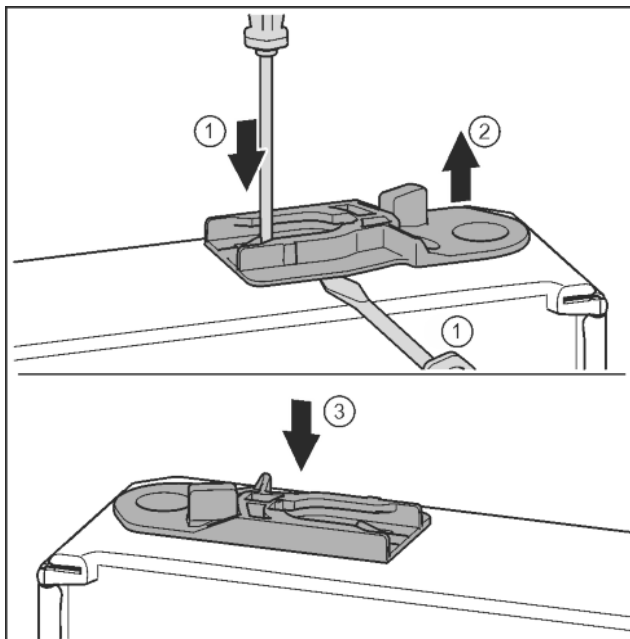

Fig. 35
- ▶ Извлечь направляющее гнездо: нажать накладку шлицевой отверткой и одновременно переместить ее шлицевой отверткой под направляющее гнездо. Fig. 35 (1, 2)
- ▶ Прилагаемое при поставке направляющее гнездо вставить на другой стороне корпуса. Fig. 35 (3)